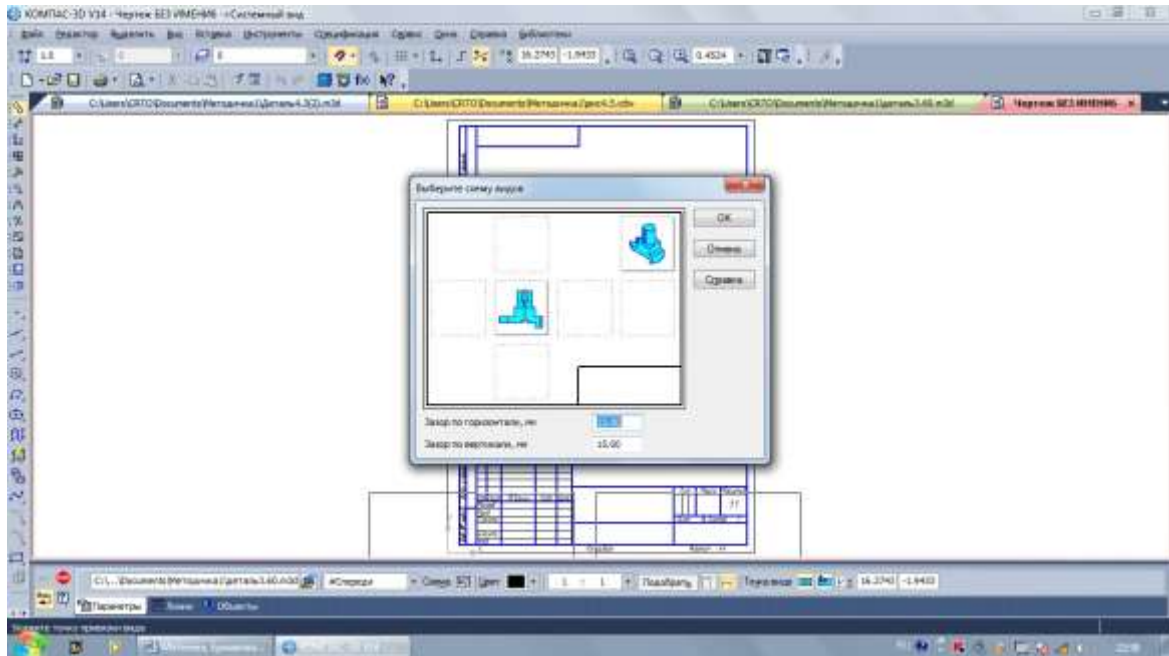

Рис. 12. Выбор аксонометрической проекции
5. На панели **Свойств** нажмите кнопку **Схема**  (рис. 12). В этом окне можно установить построение аксонометрической проекции. Для включения вида достаточно указать его на схеме расположения видов. Аналогично можно отменить построение вида. Отменить построение главного вида невозможно.